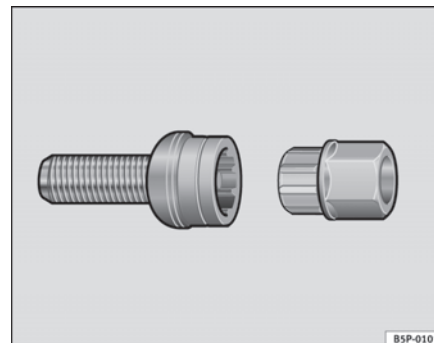

Abb. 139 Diebstahlhemmende Radschrauben
- Setzen Sie den Adapter bis zum Anschlag in der diebstahlhemmenden Radschraube ein ⇒ **Abb. 139**.